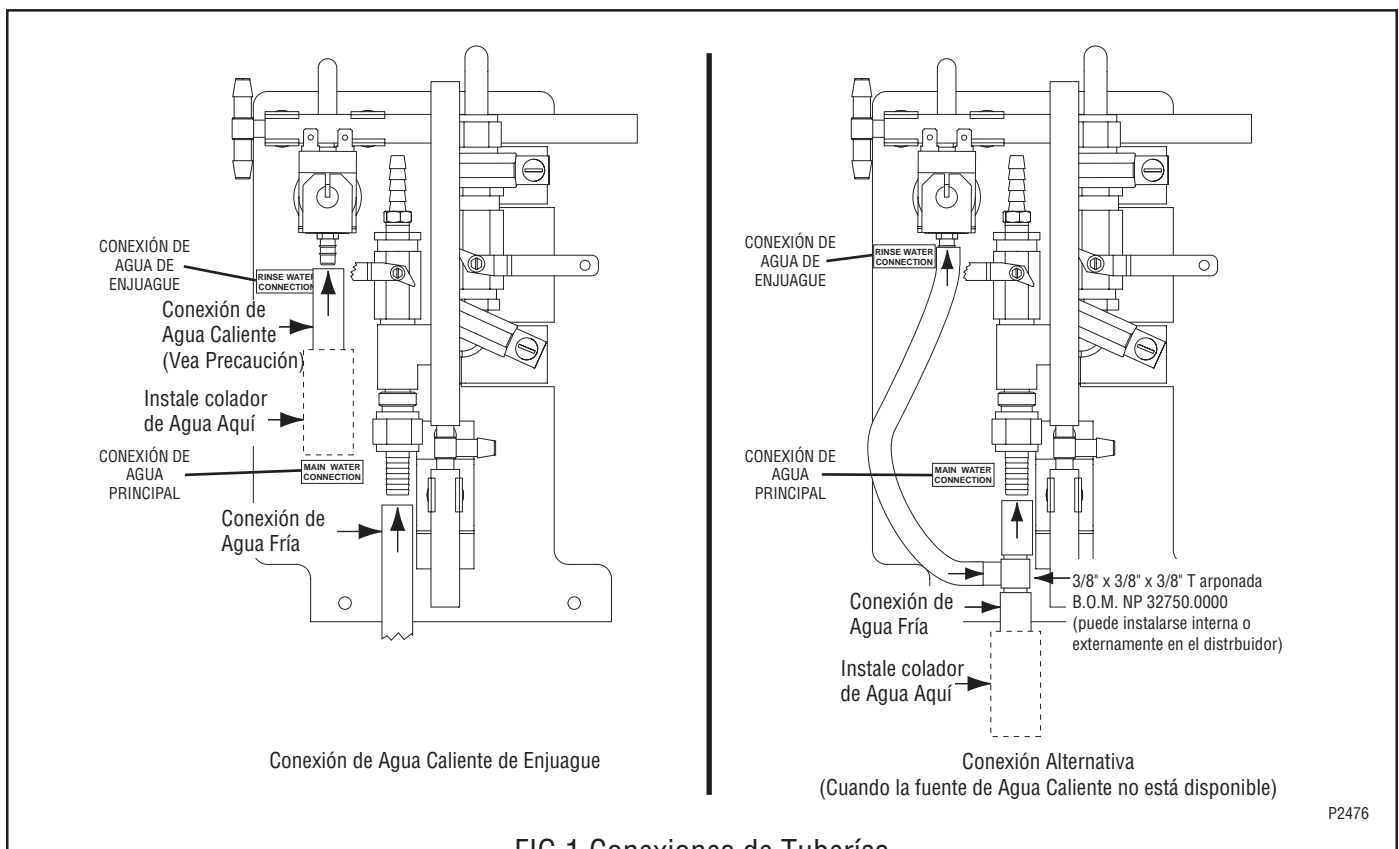

FIG 1 Conexiones de Tuberías
(Vea Fig. 1, página 5)
**Nota**– Se debe instalar un conjunto de colador de agua (Bunn-O-Matic número de pieza 23720.1000) en la tubería antes de la tubería de agua flexible. El colador se suministra aparte con el distribuidor. (Vea Fig. 1 para su emplazamiento correcto).
Todas las conexiones de tuberías están ubicadas detrás del panel de salpicaduras del distribuidor. Las tuberías de agua pueden ingresar al distribuidor a través de los orificios de acceso ya sea en el panel inferior o en el panel trasero del distribuidor. Para acceder a las conexiones de las tuberías: retire el conjunto de bandeja de goteo; retire los dos tornillos que aseguran el panel de salpicaduras al distribuidor; baje el panel de salpicaduras del frente del distribuidor *Consulte la FIG 1 para una correcta conexión del agua.*